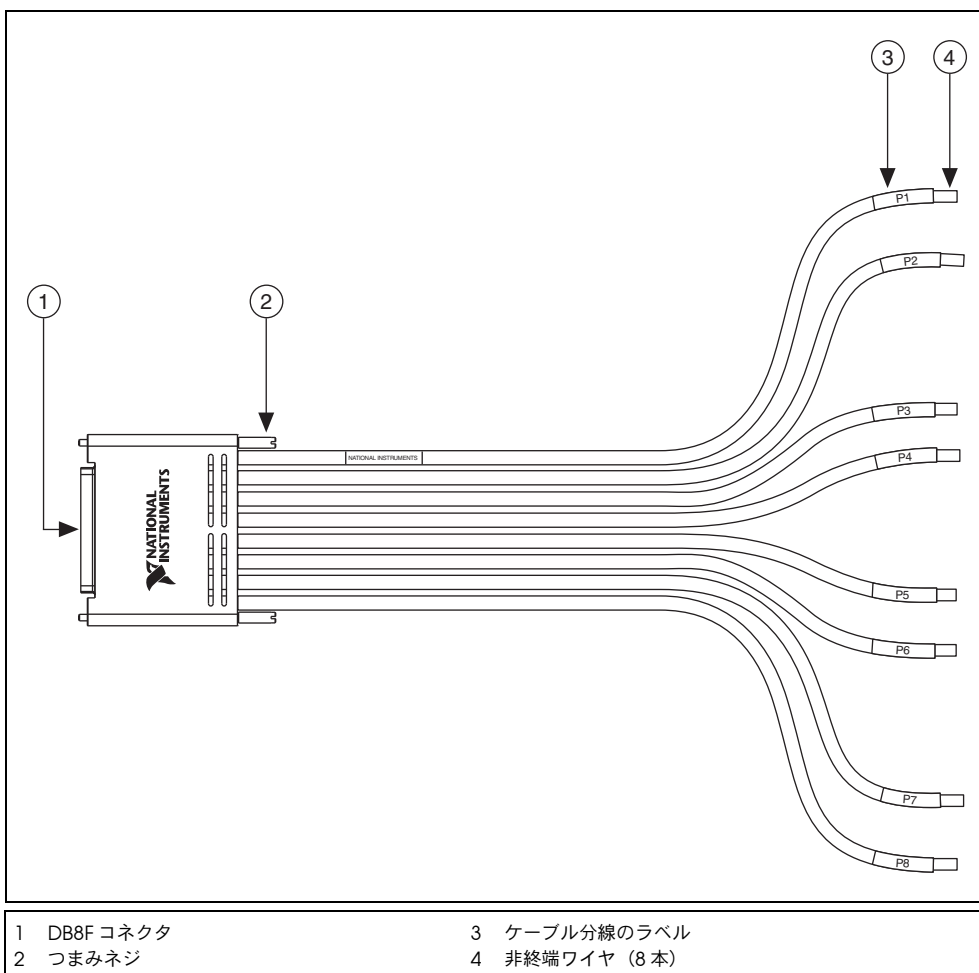

図 3 DB8F-BARE WIRE-40A ケーブル
- 非終端ワイヤをアプリケーションに接続します。図 3 を参照してください。